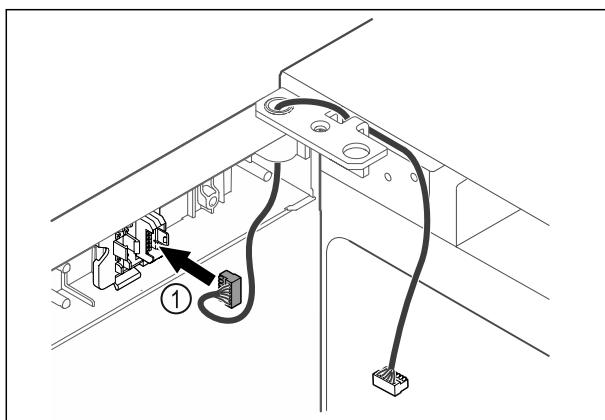

Fig. 43
- Ikiškite kištuką Fig. 43 (1) į kištuko laikiklį.